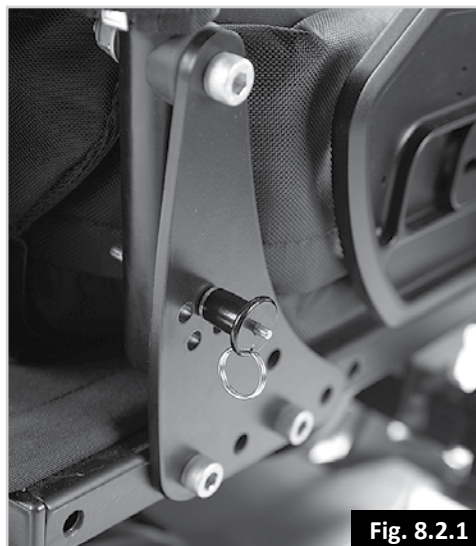

Fig. 8.2.1
8.4 Mechanisch einstellbarer fester Rücken (90° bis 102° - 4 Positionen) (Fig. 8.2.1)
Der Rücken kann durch Rausziehen der beiden Rastbolzen in 4°-Schritten verstellt werden (Fig. 8.2.1).